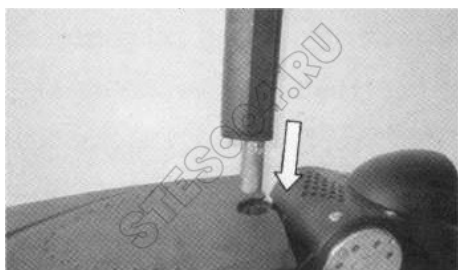

РИС.8
8. Вставьте седлодержатель в соответствующее гнездо (РИС.8).